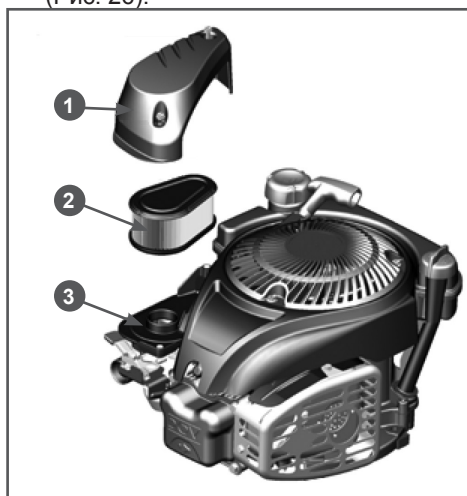

Рис. 26 Обслуживание воздушного фильтра
1. Открутите винты крепления и снимите крышку 1 воздушного фильтра (Рис. 26).
2. Чтобы предотвратить попадание грязи и мусора в карбюратор, осторожно извлеките воздушный фильтр 2 из основания 3 воздушного фильтра (Рис. 26).
5. Очистите основание 3 и крышку 1 воздушного фильтра от загрязнений, не допуская попадания грязи в воздуховод, ведущий к карбюратору (Рис. 26).